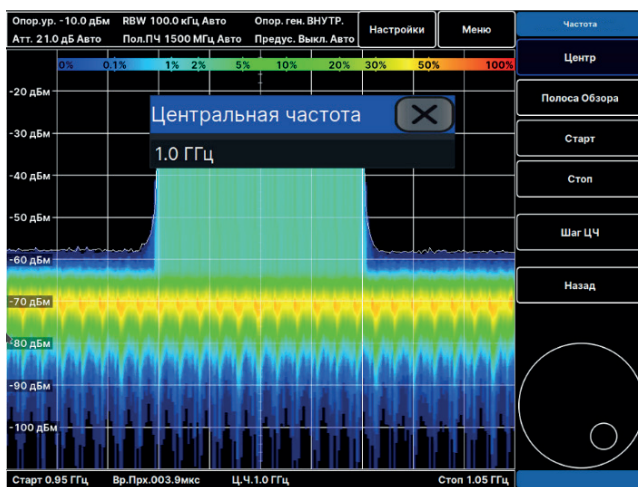

Рис. 63. Окно настройки центральной частоты
**СПАН / SPAN** на боковой клавиатуре, либо **Полоса обзора / Span** в меню настроек частоты (Рис. 63)